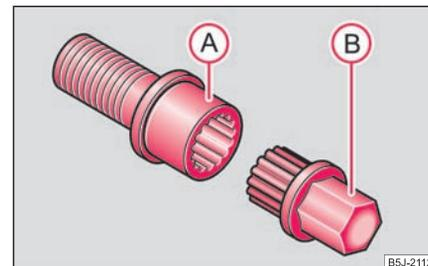

Fig. 194 Tornillo de seguridad para ruedas con adaptador
- Introducir el adaptador (B) con su lado dentado hasta el tope de tal modo en el dentado interior del tornillo de seguridad para ruedas (A), que ya sólo sobresalga el hexágono exterior ⇒ fig. 194.
- Calar la llave de rueda hasta el tope en el adaptador (B).